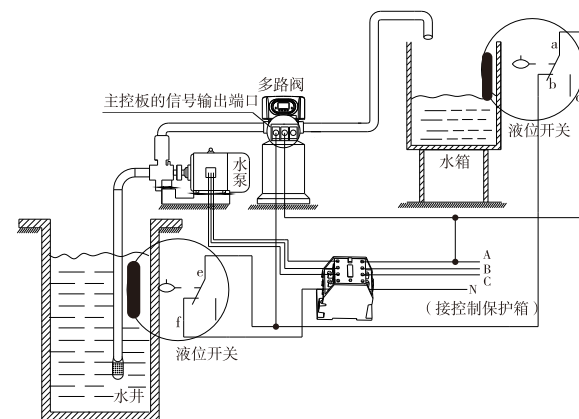

图3-5 通过水箱液位控制380V进水泵的接线图
4) 通过水箱液位开关控制380V三相电机进水泵, 如图3-5（设为b-01）